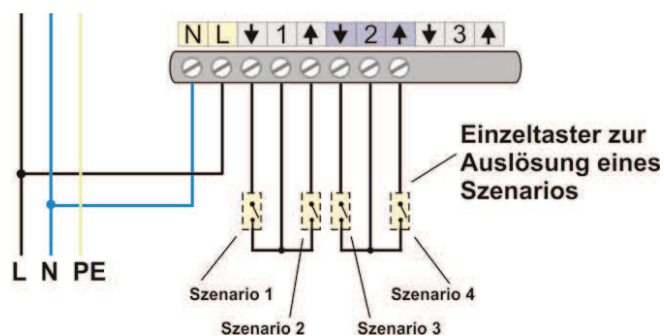

Abbildung 11: Einzeltaster zur Auslösung von Szenarien
Szenarien können sowohl über die Steuerung, als auch über das Windows-Bedienprogramm HEYcontrol und auch über die iPhone- oder Android-App aktiviert werden. Weiterhin können die Szenarien 1 bis 4 auch über Bedientaster der Kanäle 1 und 2 ausgelöst werden. Vgl. hierzu Abbildung 11.
- Um einen der Kanäle 1 - 2 zur Auslösung eines Szenarios über Bedientaster einzurichten (vgl. Abb. 11), wird die Laufzeit für diesen Kanal im Bereich der Tastautomatik auf 1s eingestellt.